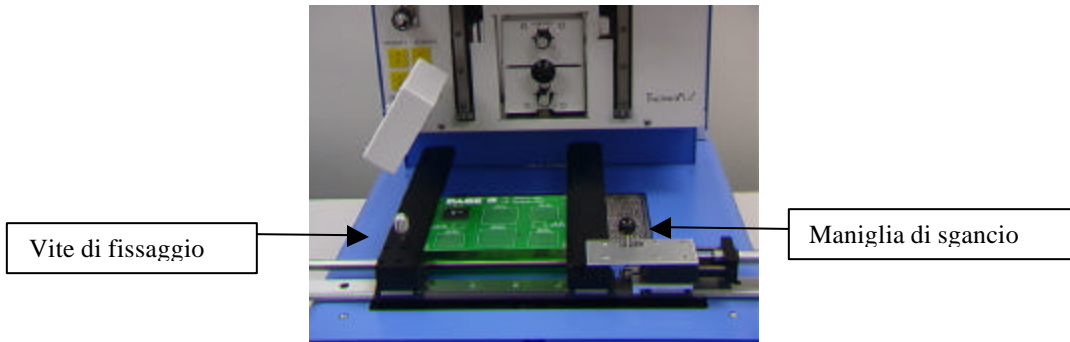

Figura 15
- v. Collocare la scheda PCB tra i bracci del Sistema TF 1500 e serrare la vite di fissaggio (Figura 15).